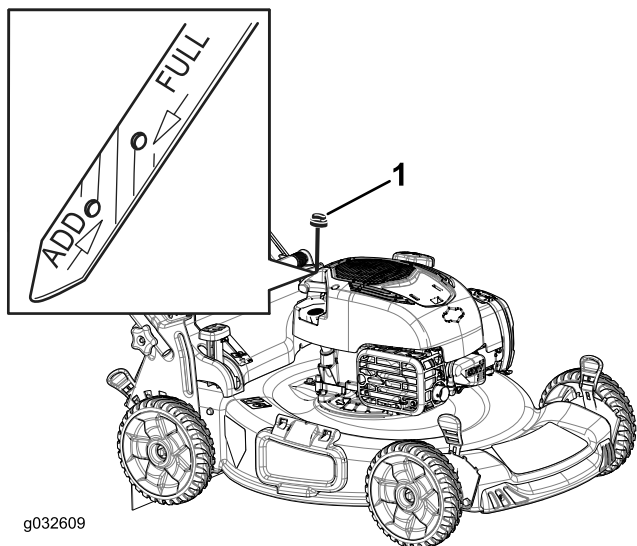

Рисунок 15
2. Извлеките масломерный щуп (Рисунок 15).
5. Определите уровень масла по отметкам на щупе (Рисунок 15).
- Если уровень масла ниже отметки «Добавить» на масломерном щупе, медленно залейте небольшое количество масла в маслозаливную горловину, подождите в течение 3 минут и повторите операции с 3 по 5, пока уровень масла не повысится до отметки «Полный» на масломерном щупе (Рисунок 15).